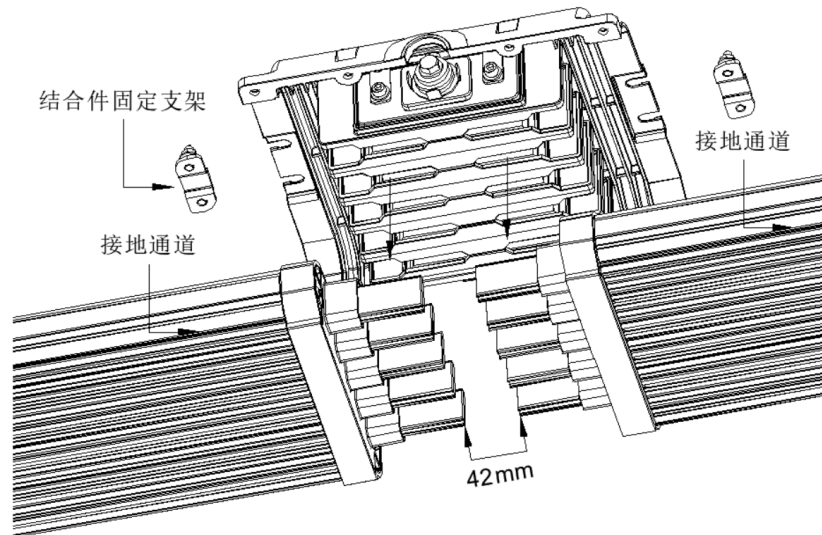

图 2-8 连接组件结合件安装示意图
- 步骤 1. 应拆除连接组件的下盖板和固定支架。上盖板固定在内部的结合件上 (见图 2-8)。
- 步骤 4. 调整直线段之间的距离, 确保直线段端头导体之间的距离为 42mm (见图 2-8)。